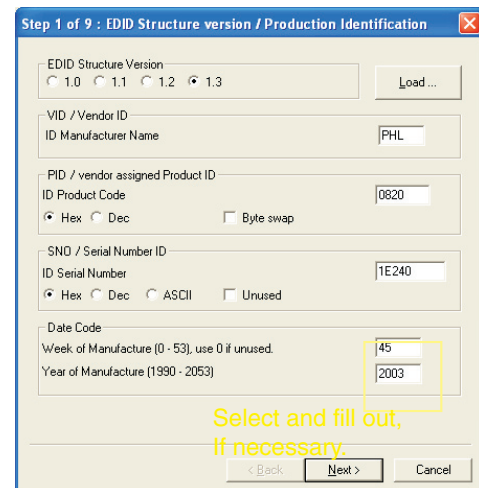

Fig. 14
1. Clique o ícone na barra de ferramentas, siga os passos de 1 a 9 como mostra a fig. 14. Aplicando DDC EDID46 melhora a seleção das funções e mudanças dos textos nos passos de 1 a 9.